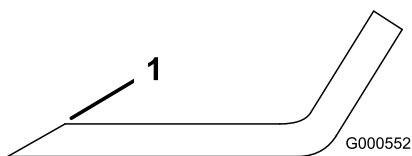

Figure 39
1. Au moyen d'une lime, aiguissez les tranchants aux deux extrémités de la lame (Figure 39). Veillez à conserver l'angle de coupe d'origine. Limez la même quantité de métal sur chacun des deux tranchants pour ne pas déséquilibrer la lame.